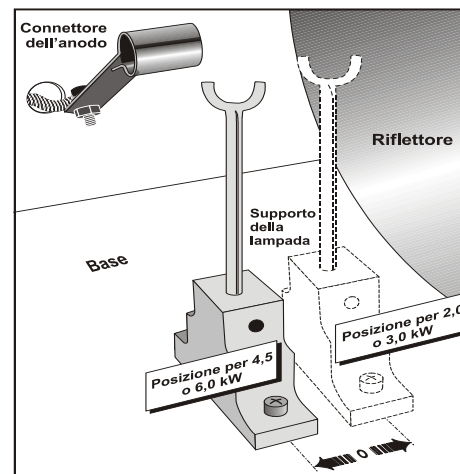

Figura 2-21 Spostare indietro il supporto in caso di lampade da 2,0 o 3,0 kW
- In caso di lampade da 2,0 o 3,0 kW, spostare il supporto in posizione arretrata, cioè a circa 2,5 cm (1") dal riflettore. Vedere **Figura 2-21**.